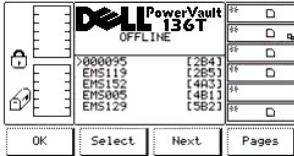

図 50. Command > Mailbox > Export > Export Select ダイアログ
- 1 Select ソフトキーの下にあるボタンを押すと、アイテムリストの最初のアイテムの隣に選択カーソルが表示されます。図 50 を参照してください。